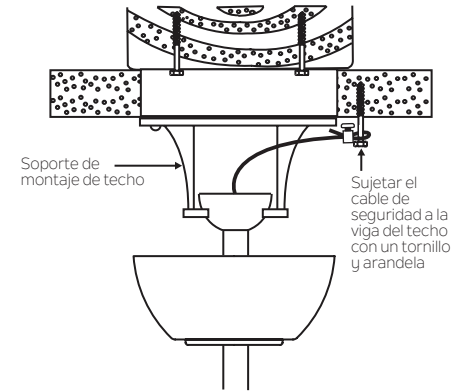

Fig. 11
Paso 1. Coloque el tornillo para madera y las arandelas en la viga del techo junto con el soporte de montaje, pero no lo ajuste. (Fig. 11)